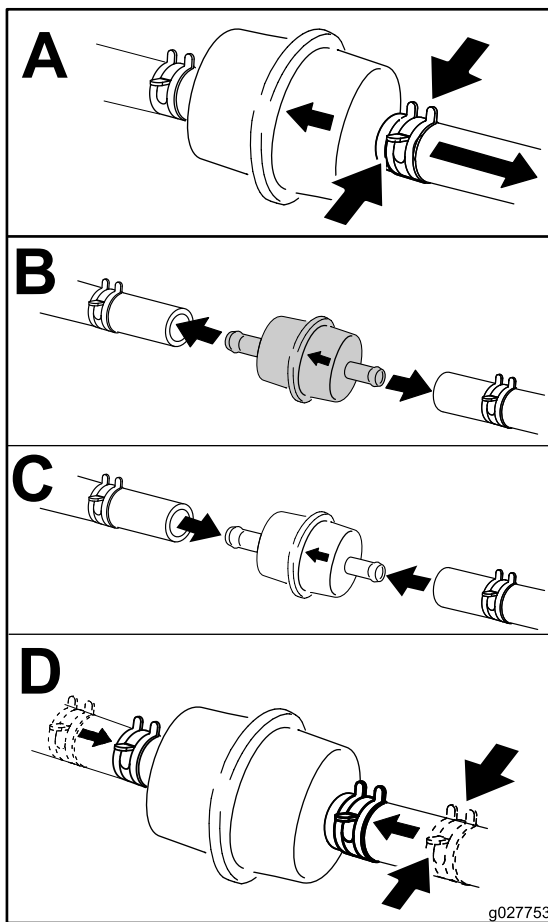

Figura 51
5. Cambie el filtro de combustible (Figura 51).